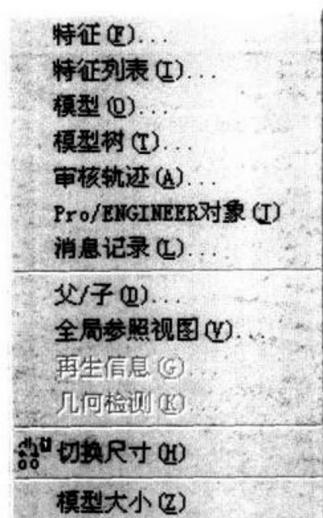

图 1.12
- 信息** 查看各种信息(如特征、模型、父 / 子、模型大小等信息)的菜单, 如图 1.12 所示。